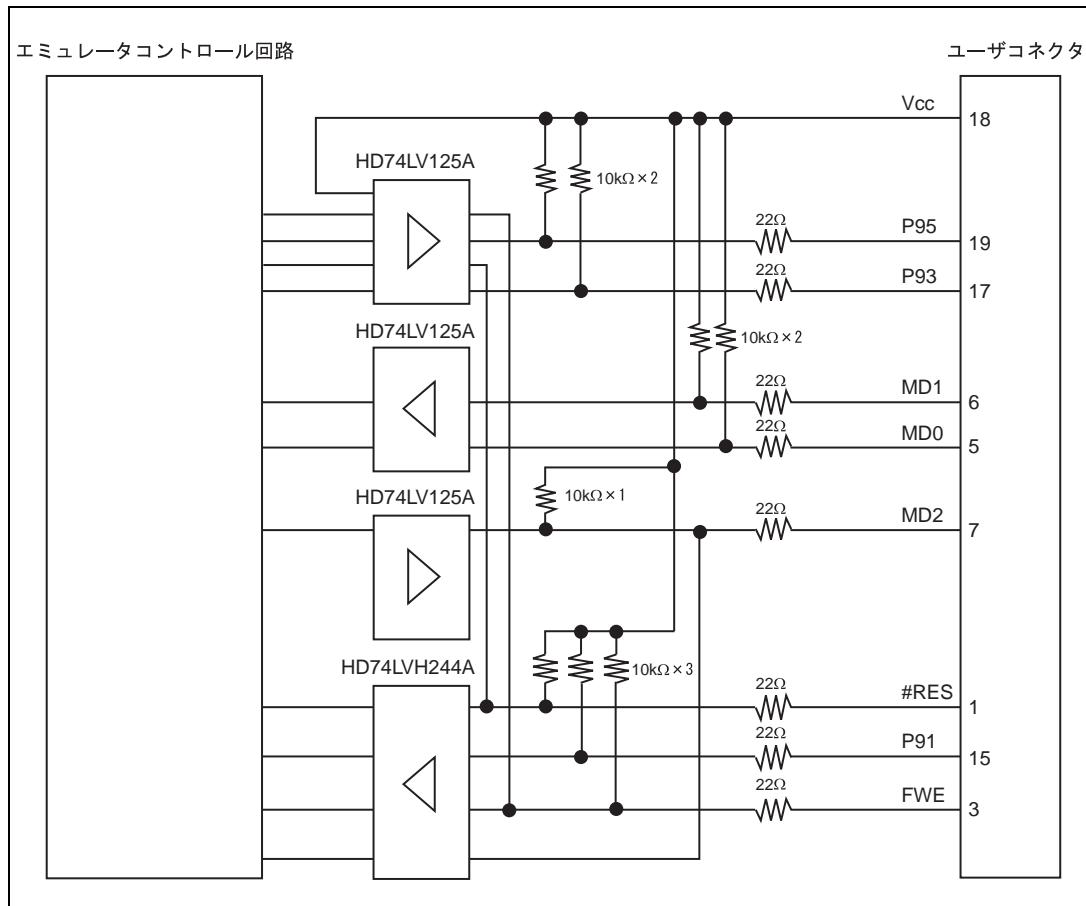

図 6.7 エミュレータ内インタフェース回路(参考)
8. 図 6.7 にエミュレータ内インタフェース回路を示します。プルアップ抵抗の値などを決定するときに参考にしてください。